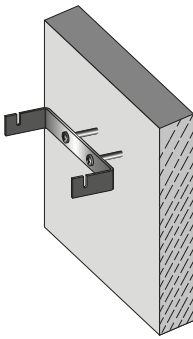

Figura 3.
4. Fije el soporte a la pared o estructura adecuada. Los tornillos de fijación del soporte no se incluyen con el equipo y deben ser adquiridos según el tipo de material al que será fijado. **Figura 3.**